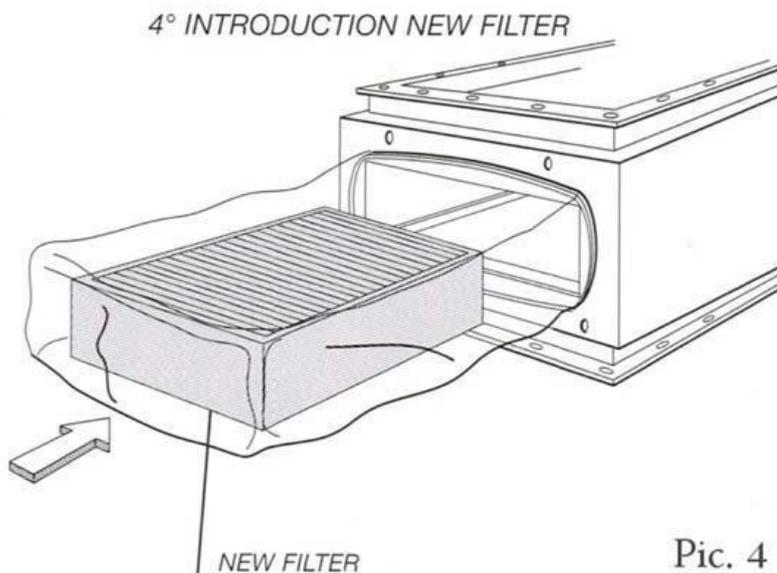

Рис. 4
7) Установите новый мешок в направляющий канал в задней части зоны обслуживания, закрепляя его на месте с помощью нового эластичного уплотнительного кольца (Рис. 4).